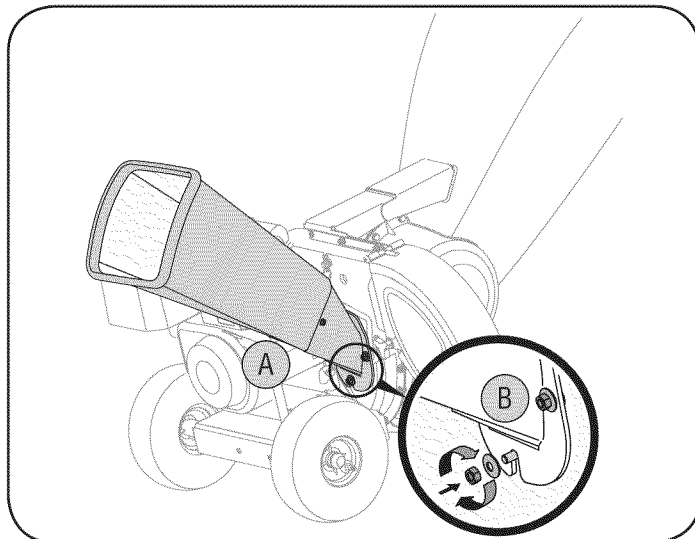

Figura 6
B. Ajuste el canal de la cortadora con tres arandelas curvas (con el lado curvo contra el canal de la cortadora) y con las tuercas hexagonales que había sacado anteriormente. No ajuste las tuercas en este momento. Vea la Figura 6.